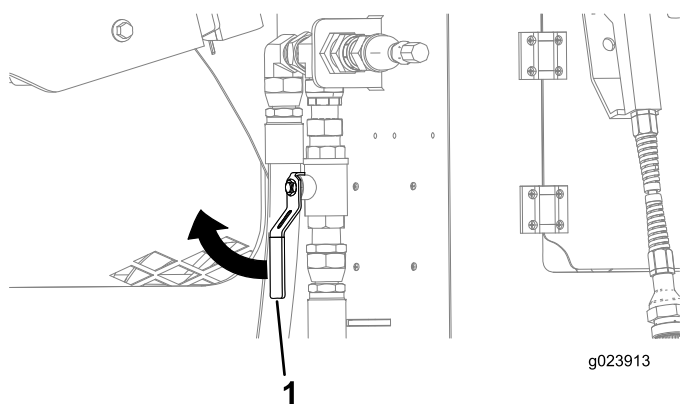

Рисунок 165
4. Убедитесь, что клапан рядом с задним отделением находится в закрытом положении (Рисунок 165).